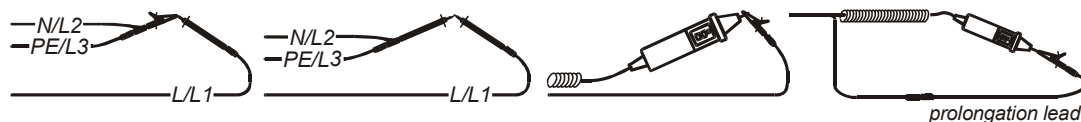

Bild 5.13: Kurzgeschlossene Prüfleitungen
- ☐ **Schließen** Sie das Prüfkabel am Instrument an und schließen Sie die Prüfleitungen miteinander kurz (siehe Bild 5.13).